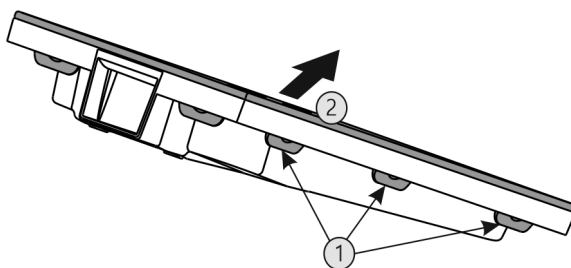

Fig. 40
- ▶ Vse spono Fig. 40 (1) pritisnite drugo za drugo in odstranite pokrov Fig. 40 (2).